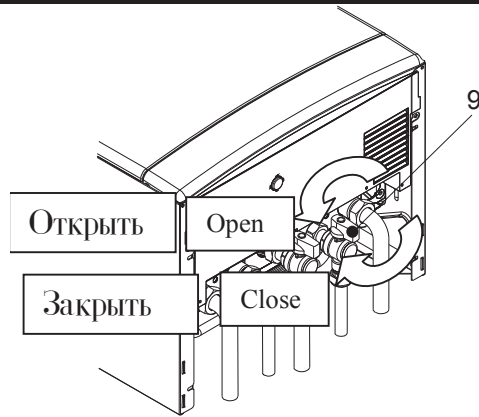
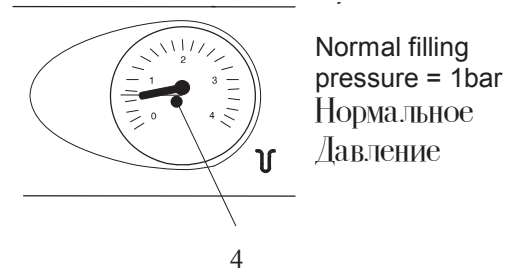

Fig. 2.1
Fig. 2.2
- 2 Open the c.h. circuit filling valve 9 (Fig. 2.1) until the pressure reaches the normal filling pressure as shown in Fig. 2.2.
- 2 Откройте кран заполнения системы отопления 9 (рис.2.1) и закройте, когда давление достигнет значения, указанного на рис.2.2.